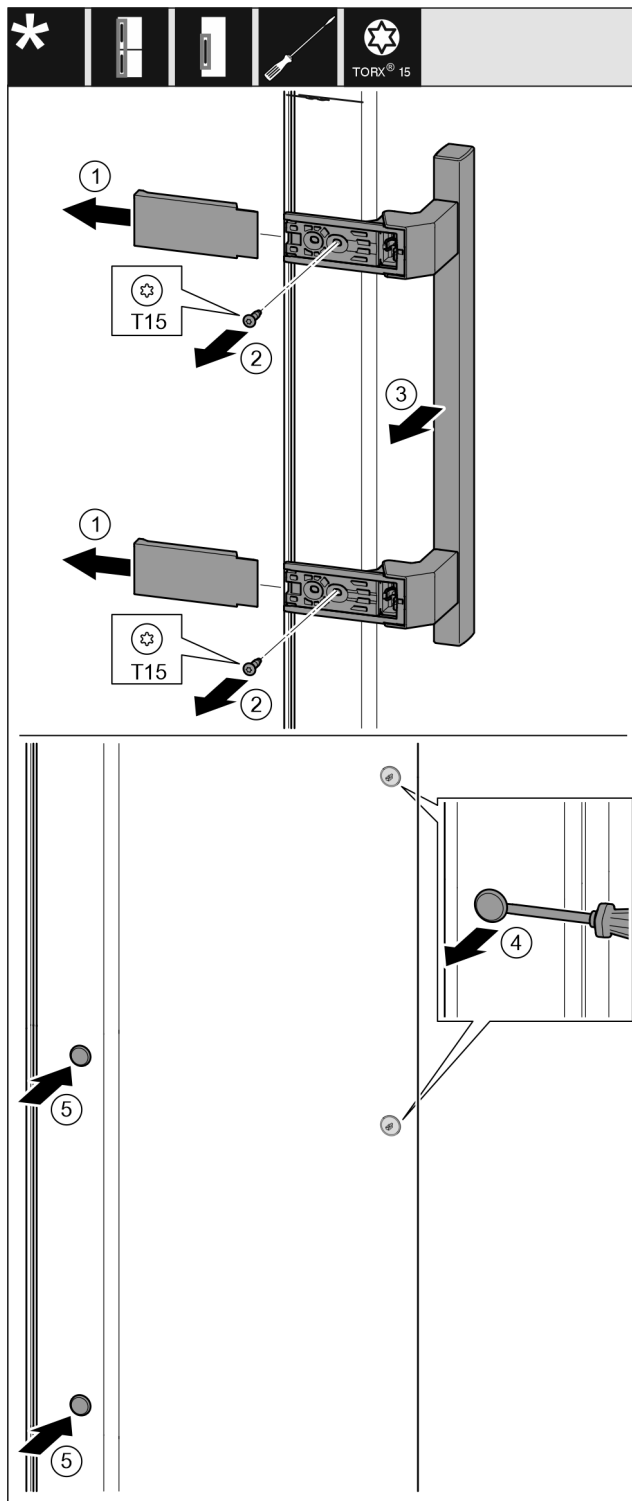

Fig. 22
- ▶ Stáhněte kryt. Fig. 22 (1)
- ▶ Šroubovákem T15 vyšroubujte šrouby. Fig. 22 (2)
- ▶ Sejměte madlo. Fig. 22 (3)
- ▶ Postranní zátku opatrně nadzvedněte plochým šroubovákem a vytáhněte. Fig. 22 (4)
- ▶ Zátku opět vložte na druhé straně. Fig. 22 (5)